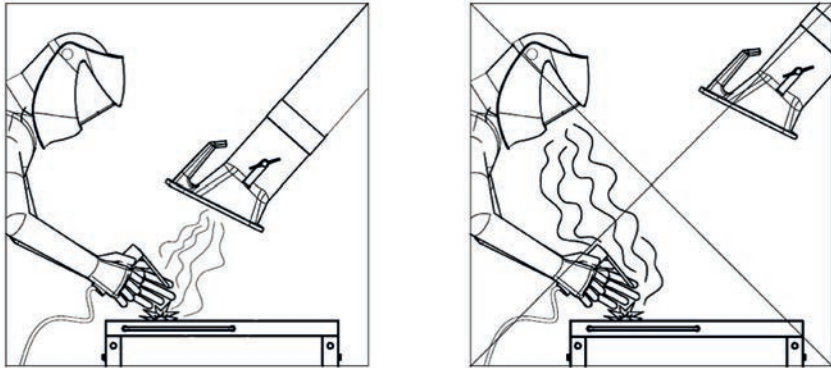

Afbeelding 3, Bedieningselementen
- Schakel de MaxiFil met de toestelschakelaar (afb. 3, pos. 1) uit.